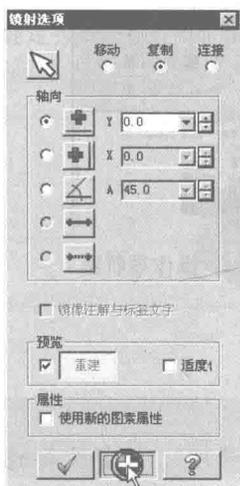
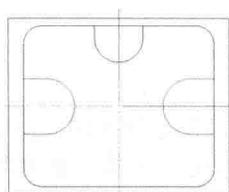

图 1-17 “镜射选项”对话框
图 1-18 关于 Y 轴镜像结果
8) 关于Y轴镜像操作。单击“转换”工具栏上的“镜像”按钮，选择上述左边圆弧及2个直线段，回车，系统弹出“镜射选项”对话框，如图1-17所示。单击“Y轴：选择点”按钮，单击应用按钮，完成当前镜像操作，但没有退出镜像命令操作，结果如图1-18所示。